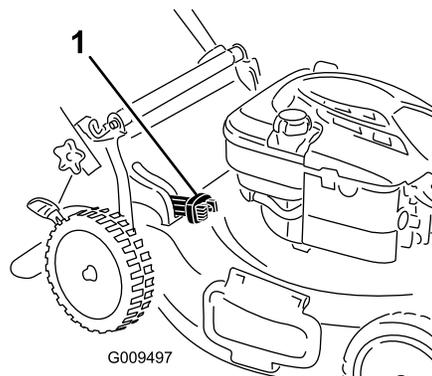

Рисунок 19
- Для сбора скошенной травы и листьев в мешок нажмите кнопку на рычаге сбора в мешок и двигайте рычаг вперед, пока кнопка на нем не вернется в исходное положение (Рисунок 19).